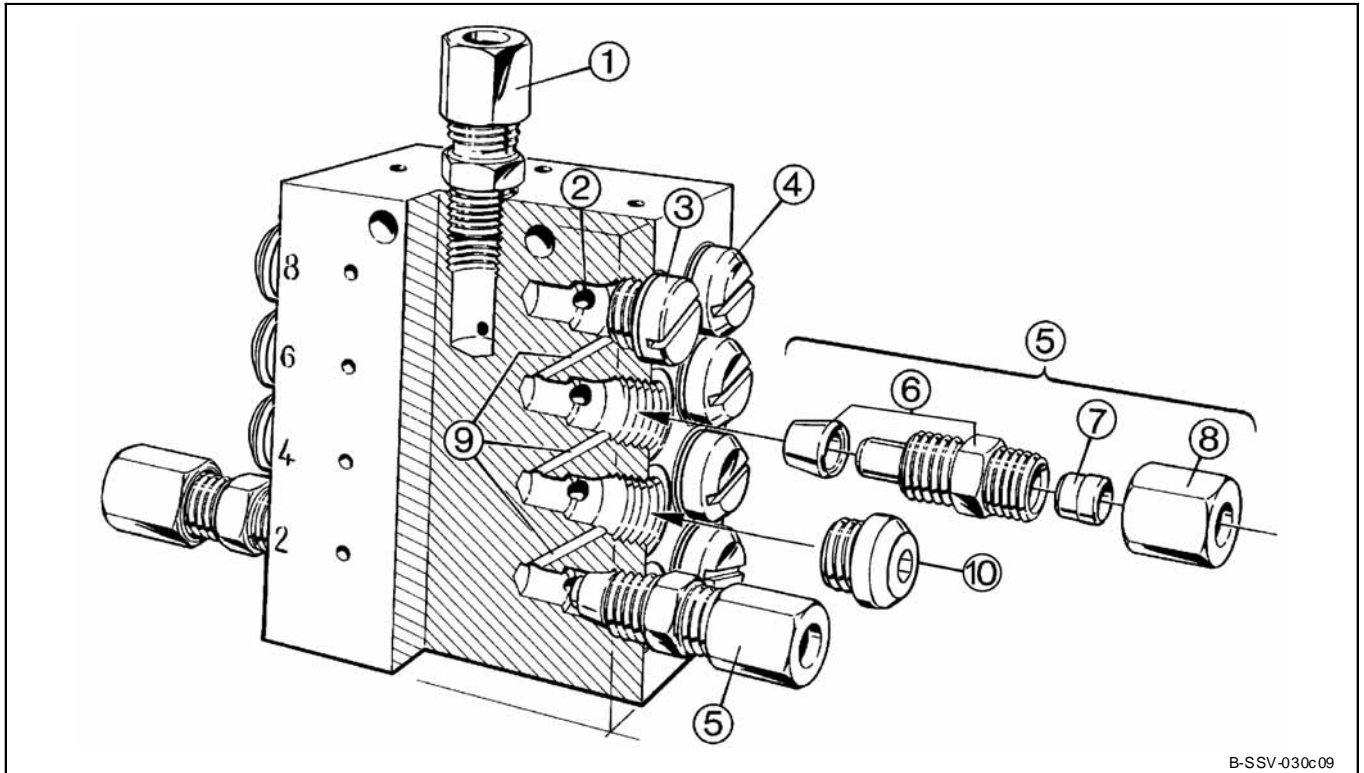

Abb. 26 Auslass - Verschraubungen bzw. Verschlusschrauben entsprechend der Dosierung einbauen
- In jede benötigte Auslassbohrung eine komplette Auslassverschraubung 5 (M 10x1) montieren (siehe Abb. 26, 27 und 28).